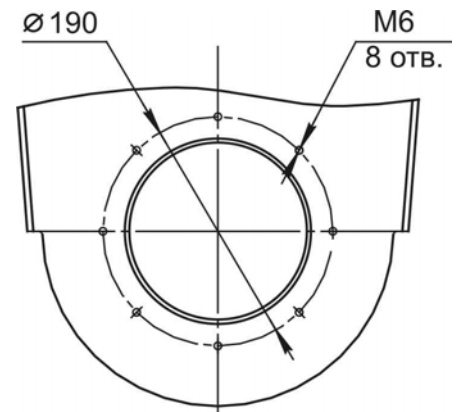

Рис. 2.2
- 2.3. Габаритные и присоединительные размеры вытяжной катушки SER-P приведены на рис. 2.1, рис. 2.2 и в таблице 2.2.
4.1.1. Установить катушку на место эксплуатации в соответствии со схемой расположения монтажных отверстий, приведенной на Рис.2.2 (катушка может крепиться к стене, потолку, балке и пр.)